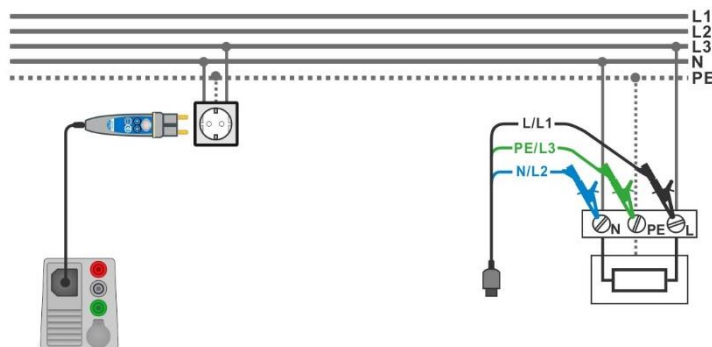

Abbildung 7.44: Anschluss des Commander-Prüfsteckers und des 3-Leiter Prüfadapters
- › Schließen Sie den 3-Leiter Prüfadapter oder den Commander Prüfstecker am Prüfling an, siehe **Abbildung 7.44**.